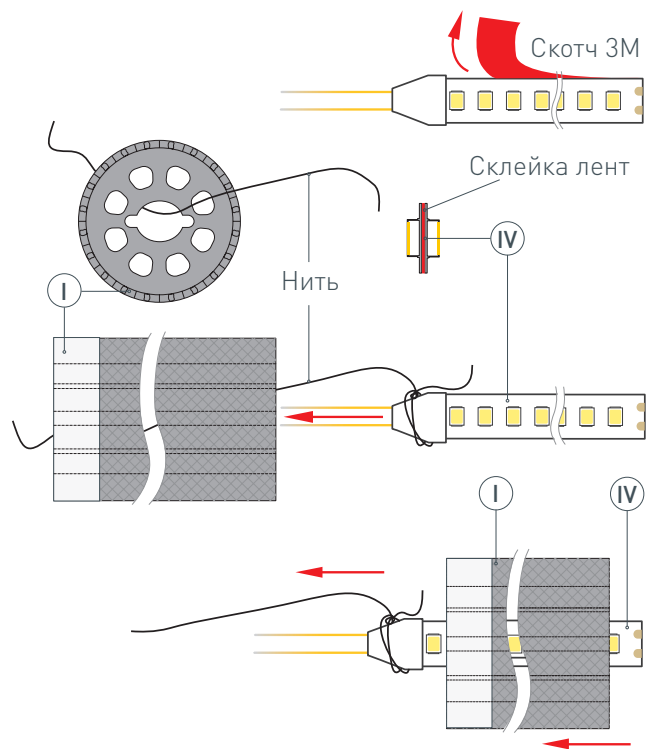

Рис. 1. Протяжка светодиодных лент (IV) в профиль (I), вид сверху
- Закрепите держатели (II) на поверхности и выведите наружу кабель от источника для питания светодиодной ленты.
- Установите светодиодные ленты (IV) в профиль (I). Для этого необходимо снять защитный слой со скотчей на светодиодных лентах (IV) и склеить ленты тыльными сторонами, чтобы можно было протянуть через профиль. Затем привязать нить (находится внутри профиля) с одной стороны профиля (I) к склеенным светодиодным лентам (IV), как показано на рис. 1. Чтобы втянуть ленты в профиль, сначала аккуратно поместите кабели питания светодиодных лент (IV) внутрь профиля (I), а затем, насколько это возможно, вставьте край светодиодных лент. Аккуратно потяните за нить с другой стороны профиля (I) и тем самым протяните светодиодную ленту (IV) в профиль (I). Отвяжите нить от светодиодной ленты. **! ЗАМЕНА ЛЕНТЫ.** Если понадобится заменить уже установленные в профиле светодиодные ленты, то необходимо проделать те же действия: привяжите нить к светодиодным лентам с одной стороны профиля, аккуратно потяните ленту с другой стороны профиля. Таким образом, нить снова окажется внутри профиля, готовая для повторного использования.